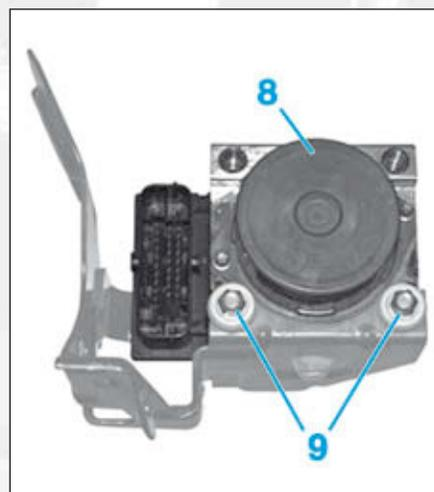

FIG.28
- Déposer les canalisations hydrauliques (2).
- Déconnecter le connecteur (3).
- Desserrer les raccords hydrauliques (4) et les extraire du bloc ABS.
- la vis (5),
- les écrous (6),
- le bloc hydraulique et son support (7),
- les écrous (8) (Fig.28),
- le support bloc hydraulique (9).